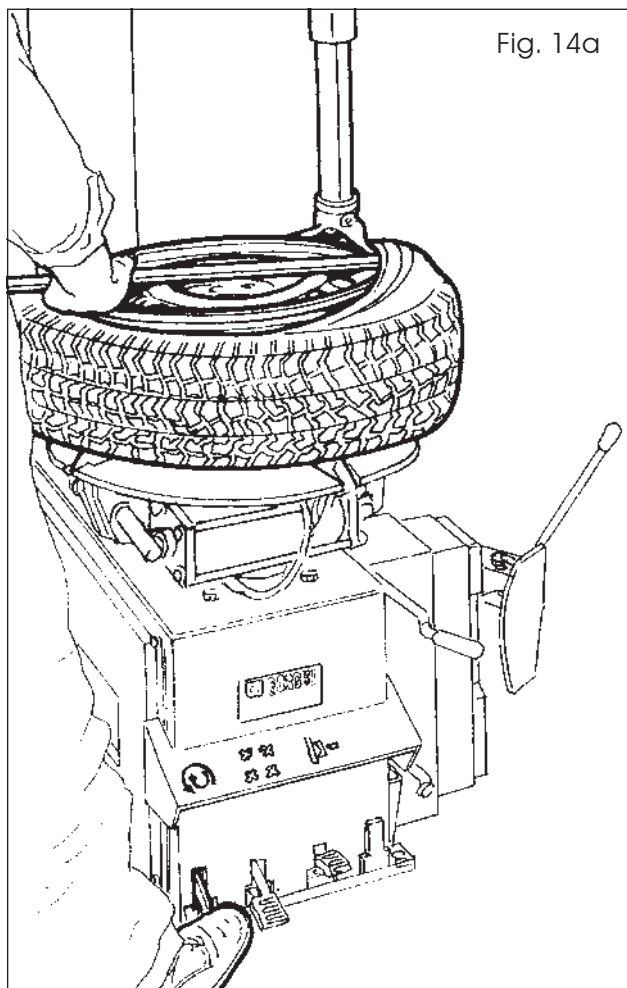

Fig. 14a
- ❑ Soulever le talon supérieur au-dessus de la portion du bouton de la tête de montage/démontage (Fig. 14a).